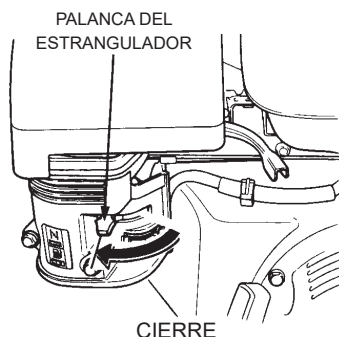

Figura 10. Palanca del estrangulador del motor (cerrada)
3. Coloque la palanca del estrangulador (consulte la Figura 10) en posición **cerrada** si arranca el motor en frío.